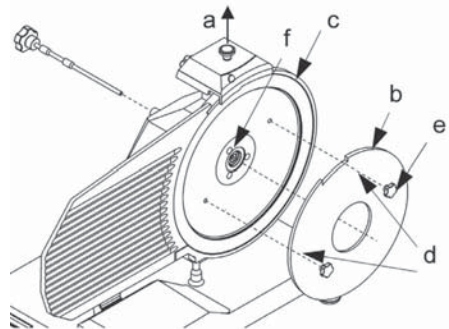

Abb. 7 – Anlegen der Vorrichtung aus Plexiglas (b) zum Abnehmen des Messers
Um das Messer von der anderen Seite zu waschen, muss man es abnehmen (Siehe Abb. 7).
- Abdeckung des Messers abnehmen (Siehe Abb. 7);